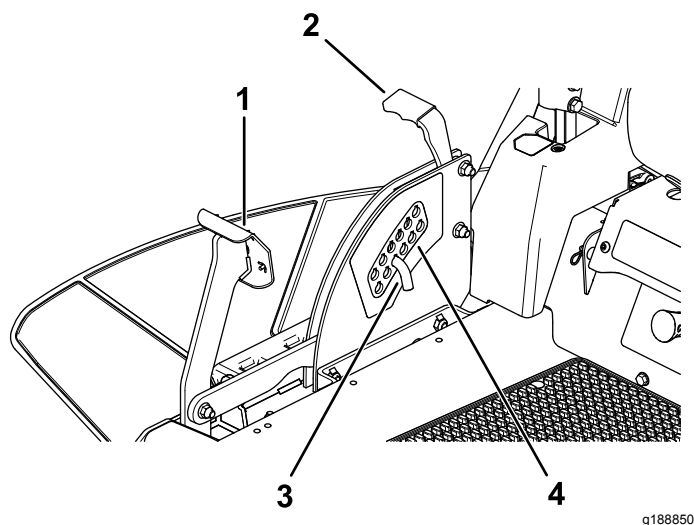

Figura 26
1. Empurre o pedal de elevação da plataforma com o pé e suba a plataforma de corte até à posição de bloqueio de transporte (bem como a posição da altura de corte de 114 mm) como mostra a Figura 26.
2. Para ajustar, remova o pino do suporte da altura de corte (Figura 26).
3. Selecione um orifício no sistema da altura de corte que corresponda à altura de corte desejada e insira o pino (Figura 26).